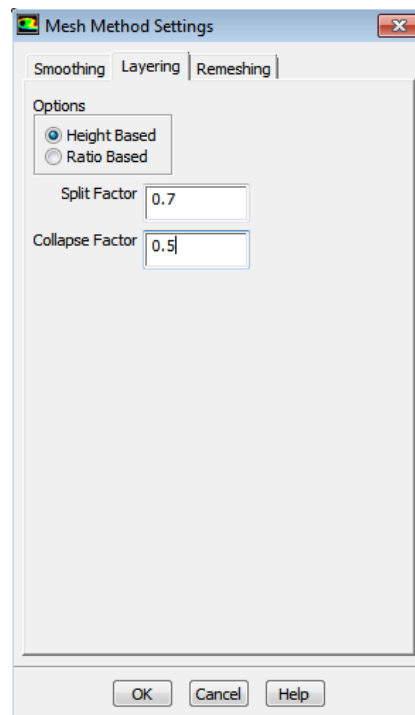

Рисунок 51 – Параметры движения расчетной сетки *Layering*
- выполняется настройка параметров для схемы движения расчетной сетки *Layering* (рисунок 51):